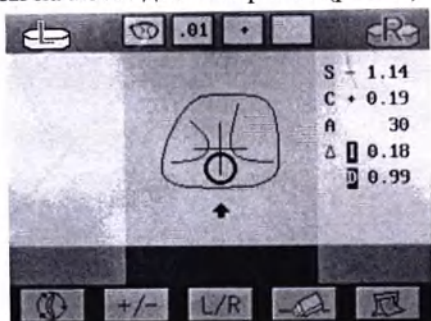

рис.27
- 1) Нажмите **L/R** для выбора правой или левой линзы. (рис.27)